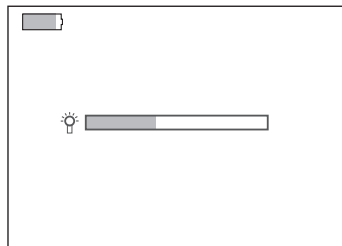

Fig. 10 – Ajuste de brillo
Los 8 niveles de brillo de los LEDS pueden ser ajustados presionando el botón de brillo (7), conforme Fig. 10;